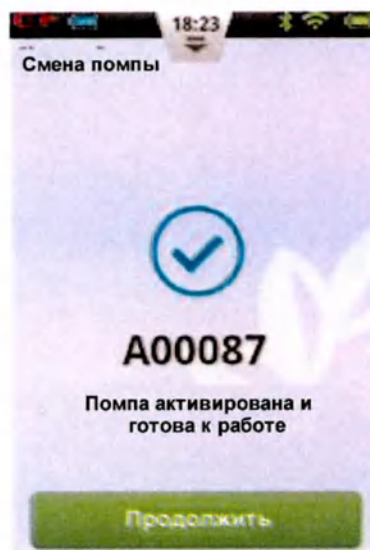

Рисунок 75
ПУ попытается подключиться к новой помпе. После активации новой помпы на ПУ появится экран подтверждения (рисунок 75).
3. На экране подтверждения (рисунок 75) нажмите кнопку Continue/Продолжить.